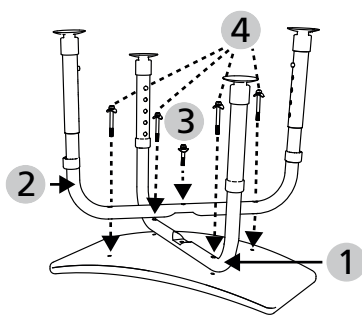

fig. 2
1. Posez l'assise le dessous tourné vers le haut, sur une surface propre, plane et stable (sur le sol ou une table) (fig. 2).
Le pied télescopique numéro 1 se trouve dessous (fig. 2, 1) et le numéro 2 (fig. 2, 2) est placé par-dessus et fixé au centre (fig. 2, 3).
3. Vissez les pieds télescopiques sur l'assise par les quatre alésages restants (fig. 2, 4).
2. Disposez les pieds télescopiques en croix sur le dessous de l'assise pour les monter. Le pied télescopique numéro 1 se trouve dessous (fig. 2, 1) et le numéro 2 (fig. 2, 2) est placé par-dessus et fixé au centre (fig. 2, 3). Utilisez pour cela les pièces suivantes :